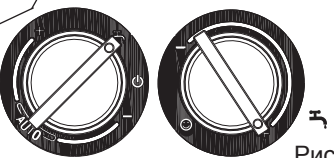

Рис. 4.3
- установите переключатель температуры в контуре ГВС (рис. 4.3) на максимальное значение.